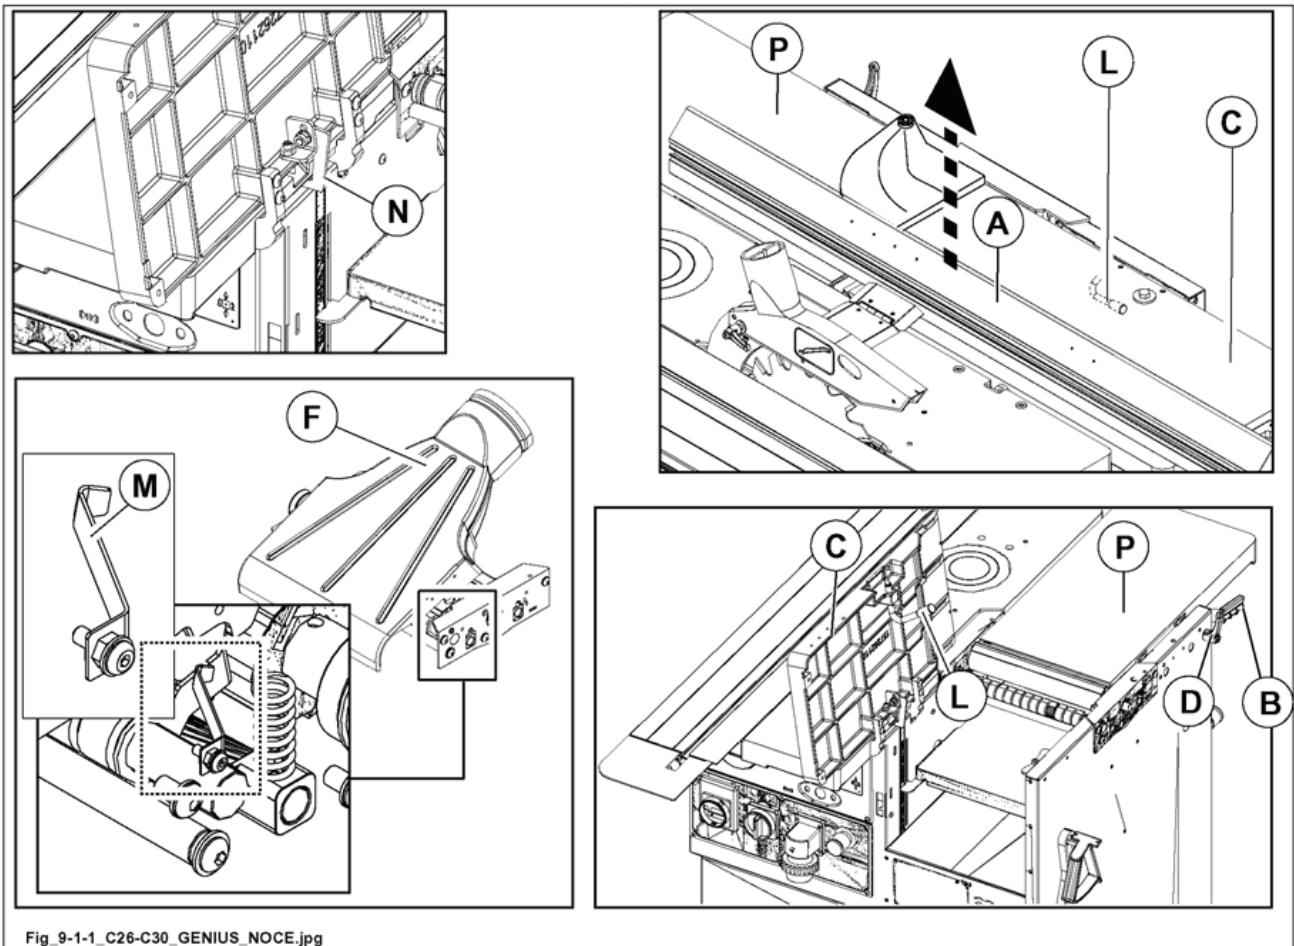

Рис. 9.1-1
*Снять со стола узел фуговальной направляющей линейки A (рис. 9.1-1).*
- **Ослабить фиксатор L (рис. 9.1-1) и поднять задний фуговальный стол C (рис. 9.1-1);**
*Убедиться, что фиксатор N (рис. 9.1-1) раскрытия стола занимает правильное положение.*
- Ослабить фиксатор D (рис. 9.1-1).
- При помощи рычага В (рис. 9.1-1) установить стол Р (рис. 9.1-1).
Опустить фуговальный стол Р (рис. 9.1-1) так, чтобы обеспечить правильную фиксацию кожуха F (рис. 9.1-1).
Откинуть стружкоприемник F (рис. 9.1-1) и зафиксировать его при помощи пружины М (рис. 9.1-1) (поворот стружкоприемника вызывает обратное срабатывание микропереключателя, который разблокирует станок для запуска - США и Канады).
- После завершения регулировки затянуть фиксатор D (рис. 9.1-1).
*Строгание в заданный размер по толщине возможно, только когда ограждение F (рис. 9.1-1) находится в рабочем положении.*